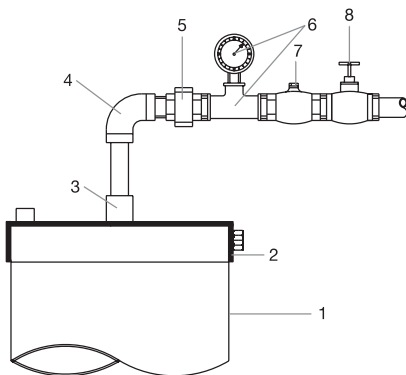

Figura 3: Detalhe do cabeçal de controle
- » Instale acessórios na saída do poço (Figura 3), que permitam regular a vazão e a pressão.
- » Independente do modelo da bomba multiestágio, instale uma válvula de retenção no cabeçal de controle (Figura 3).